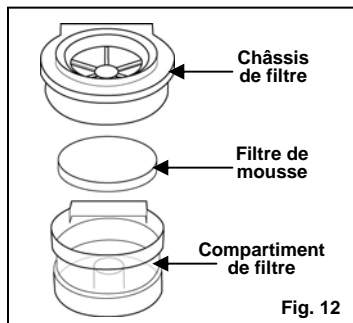

Fig. 11
4. Pour mettre en place à nouveau le couvercle du bac à poussière, alignez les indicateurs qui sont sur le couvercle et le bac à poussière et tournez vers la droite pour le verrouiller en place. Assurez-vous que le symbole « ▼ » de « verrouillage » sur le dessus du couvercle est aligné avec le symbole « ▲ » sur le bac à poussière pour le verrouiller en place. (Fig. 11)